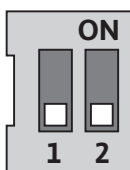

Fig. 31: DIP-afbryder
- DIP-afbryderne (fig. 9, pos. 6/fig. 31) befinder sig under husdækslet.